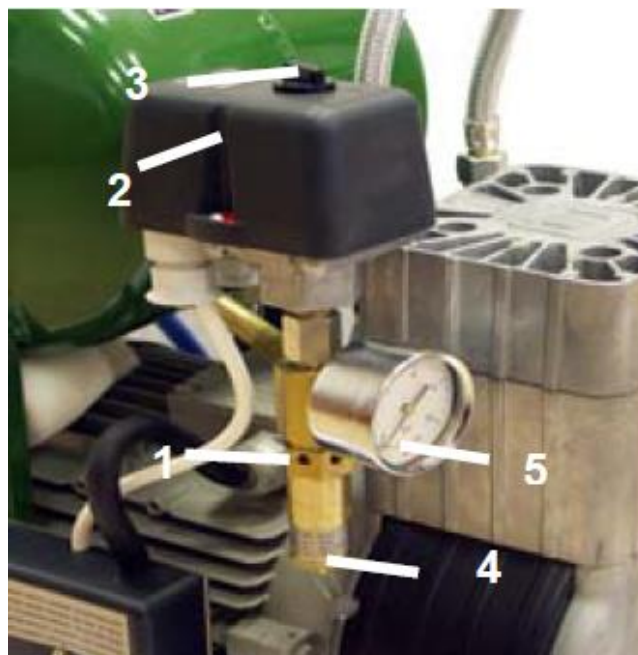

Abb. 17: Druckschalter
- ◆ Schalten Sie danach den Kompressor mittels des Schalters (3) auf dem Druckschalter (2) (Abb. 17:) aus.